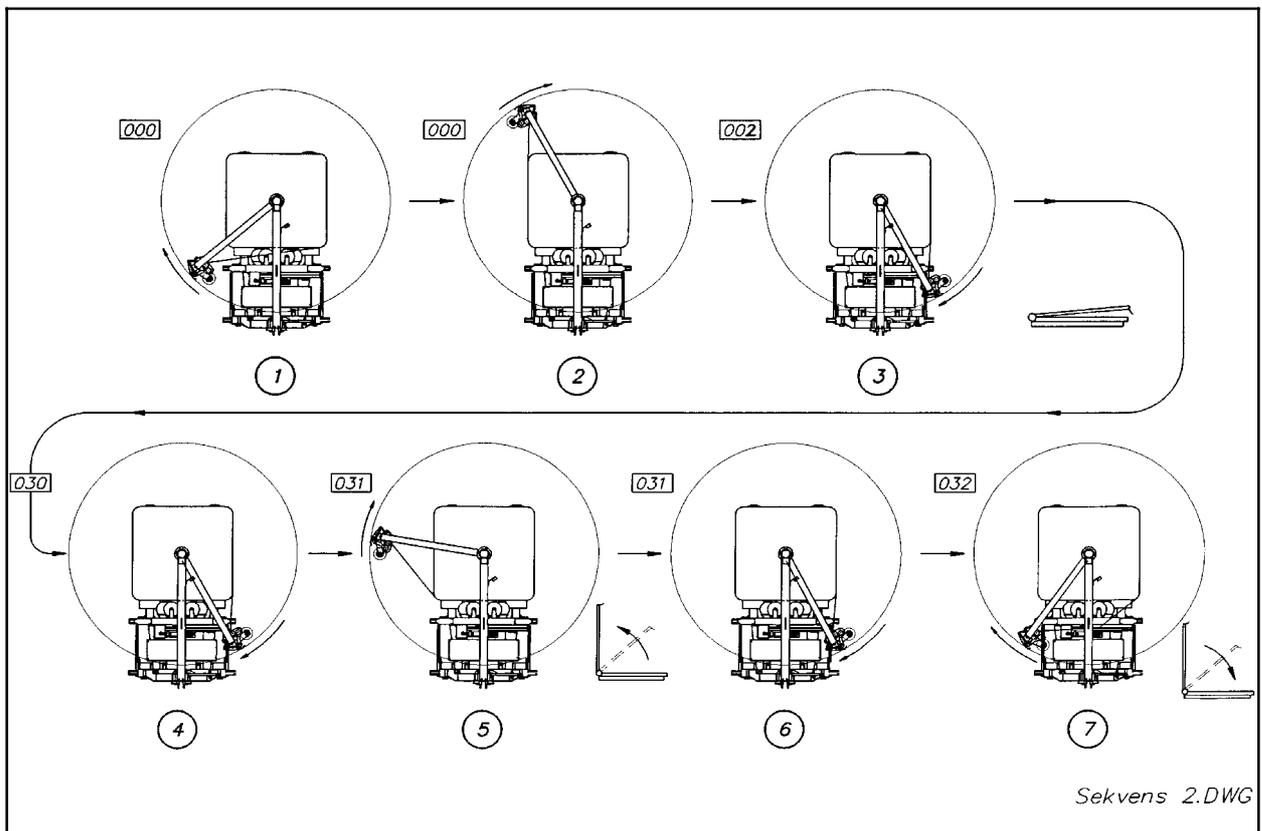

Bild 7-3
In diesem Abschnitt wird ein normaler Packvorgang für die AUTO WRAP 1510/ 1514/ TWIN beschrieben. Der Buchstabe "S" bezeichnet den Packvorgang, während die Zahl hinter dem S die Sequenznummer ist, siehe Abbildung 7-3. Die Abbildungen zeigen alle Sequenzen des Packvorganges mit Zeichnungen und Anzeigetexten.
**Packvorgang.** (Siehe Abb.7-3).
- S1:** "START" (8) drücken. Die Maschine läuft sanft an.